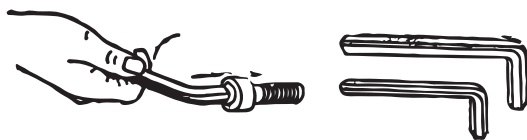

图2-4 内六角扳手及其使用
(4) 内六角扳手：用来紧固圆柱头内六角螺钉（见图2-4）。其规格以六角形对边的尺寸表示，有3、4、5、6、8、10、12、14、17毫米等，分别用来旋紧M3~M24的内六角螺钉。使用时，手握扳手的一端，将扳手另一端的头部伸入螺钉内六角方孔中，用力将螺钉旋紧。旋紧螺钉时，应避免扳手从螺钉孔中滑脱，以免损坏扳手和螺钉六角孔。